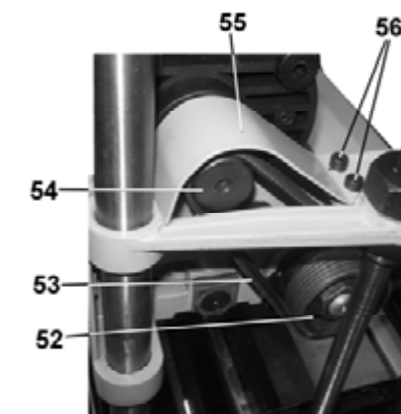

Рис. 15
12.7. Замена ремня передачи, Рис. 15;16.
12.8. Замена щёток электродвигателя, Рис. 15;16.